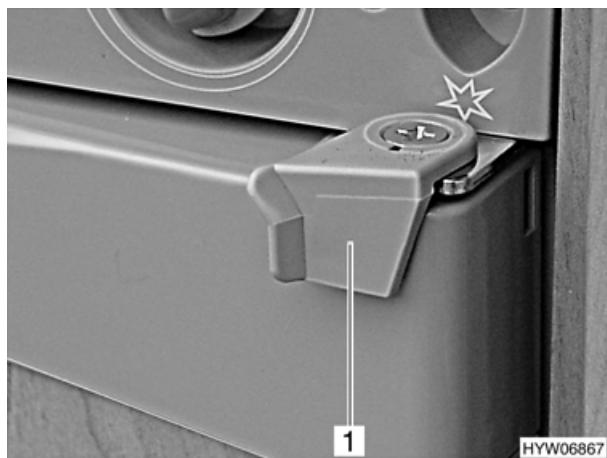

Bild 86 Verriegelung der Kühlschranktür, geschlossen (Variante 1)
- Verriegelung (Bild 86,1) nach außen drehen.